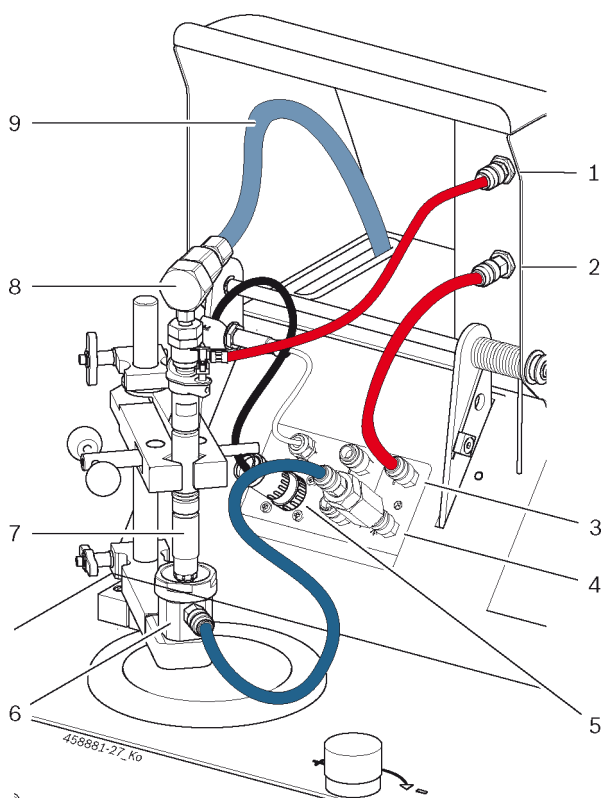

Рис. 40. Схема подсоединения инжектора CRI Piezo
Перед установкой топливopриемной камеры (рис. 40, поз. 6) на инжектор выполните «проверку герметичности».
2. Закрепите инжектор CRI Piezo (рис. 40, поз. 7) в зажиме (рис. 3, поз. 3).
3. Подсоедините шланг высокого давления при помощи соединительного переходника (рис. 40, поз. 8, 9) к инжектору CRI Piezo.
4. Подключите шланг 1 680 703 078 к возвратному соединению инжектора CRI Piezo и к «впускному возвратному соединению CRI Piezo» (рис. 40, поз. 1).
5. Подключите шланг 1 680 703 079 к «выпускному возвратному соединению инжектора CRI Piezo» (рис. 40, поз. 2) и к «соединению для измерения возвращаемого объема» (рис. 40, поз. 3).
6. Подсоедините предусмотренный адаптерный кабель (1 684 465 669, 1 684 465 671) к инжектору CRI Piezo и к «гнезду» (рис. 40, поз. 5).
7. Вставьте впускной фильтр в «соединение для измерения объема впрыскиваемого топлива» (рис. 40, поз. 4).
После «проверки герметичности» установите топливopриемную камеру на инжектор, а шланг 1 680 712 362 подсоедините к быстроразъемной муфте топливopриемной камеры и через впускной фильтр к «соединению для измерения объема впрыскиваемого топлива» (рис. 40, поз. 4).